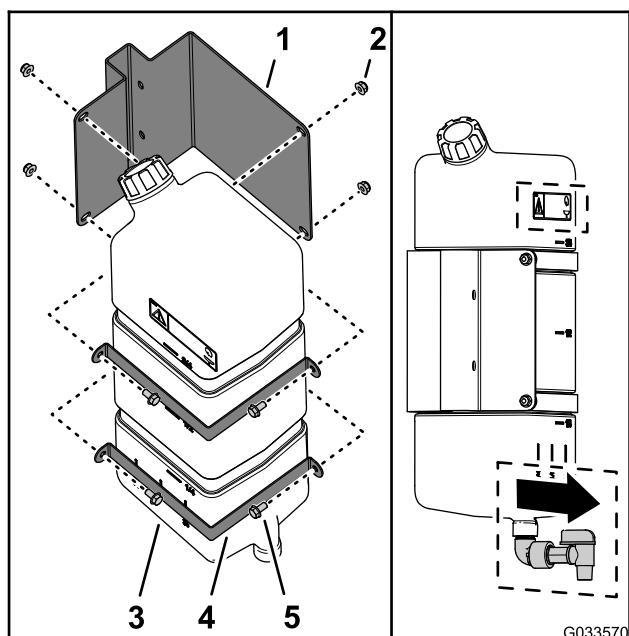

Figura 45
1. Asamblați rezervorul de apă dulce pe suportul aferent cu 2 chingi de montaj, 4 uruburi cu guler (5/16 x 5/8") și 4 contrapiuliă cu guler (5/16") aa cum este indicat în Figura 45.